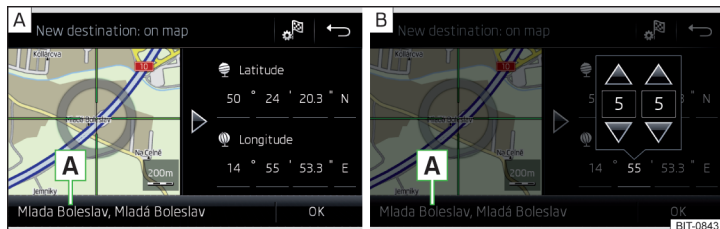

Fig. 215 Introducir destino: a través del punto del mapa / con ayuda de las coordenadas GPS
- Por el toque de la pantalla desplazar el destino deseado en la cruz reticular » fig. 215 - [A].
- Pulsar y ajustar los valores de las coordenadas del GPS uno detrás del otro » fig. 215 - [B].
Si hay información disponible sobre el punto introducido en los datos de navegación del Infotainment, esta se mostrará en vez de las coordenadas GPS (p. ej. dirección **A** » fig. 215).